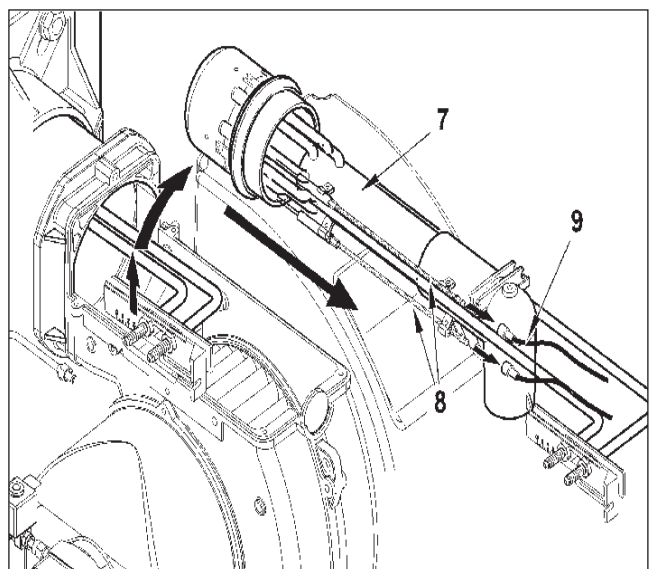

Рисунок 3
- Приподнимите слегка смеситель 7 (рисунок 3), вытяните провода розжига 9 с электродов, а затем извлеките его полностью, потянув в направлении, указанном стрелкой.